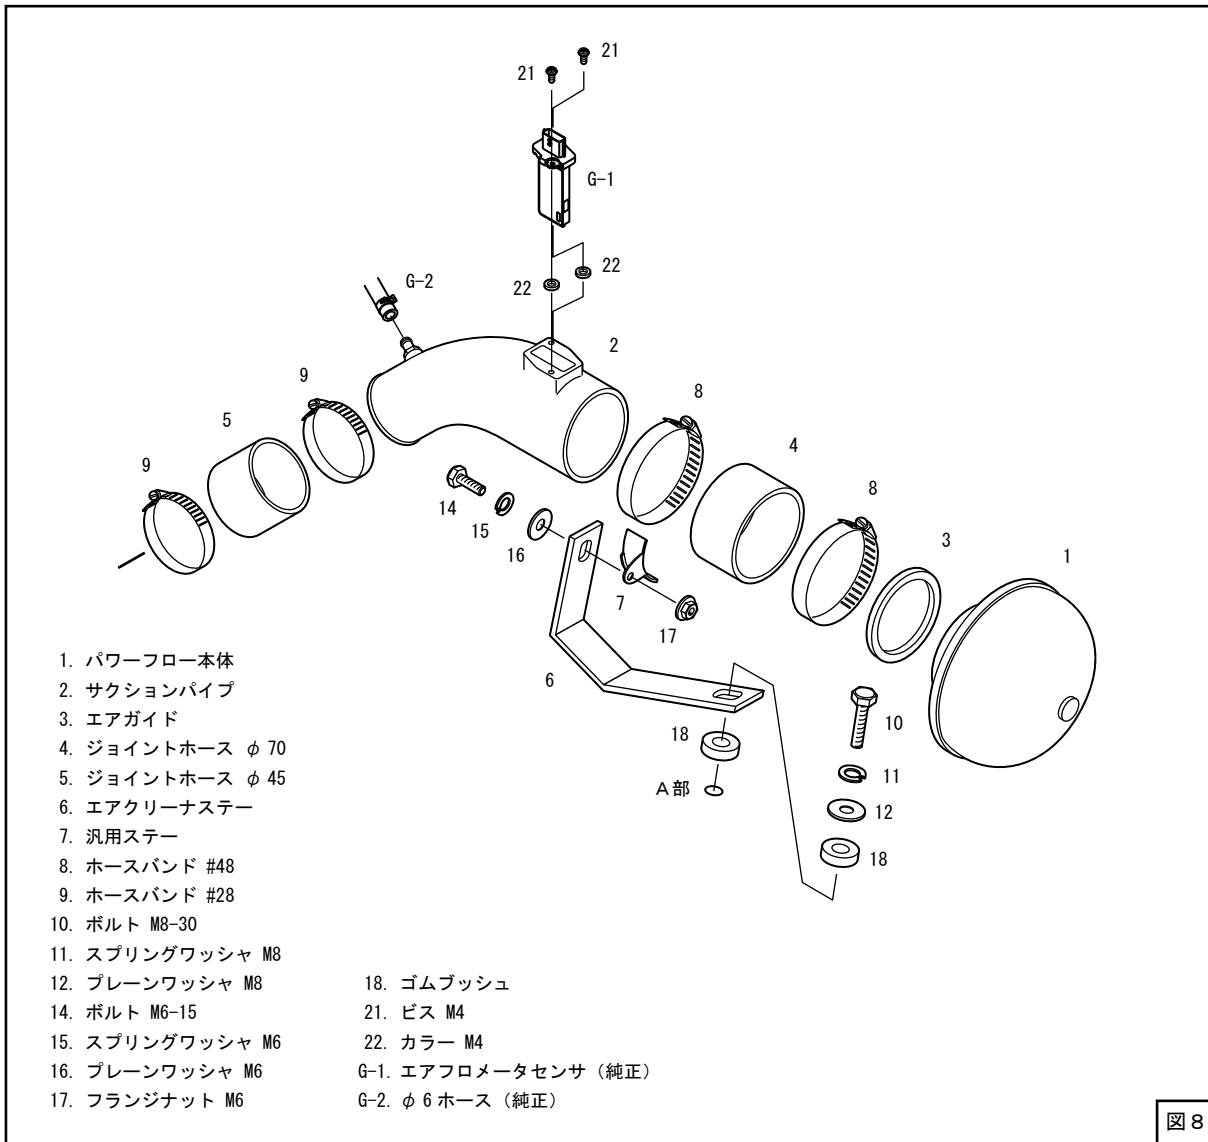
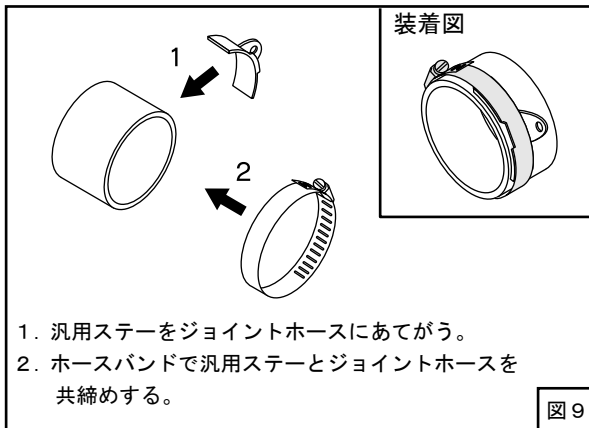

図 8
図 9
(締付けトルク 2.0~3.0N·m{0.2~0.3kg·m}) (図8)
- (3) パワーフロー本体にジョイントホースφ70を取付けてください。(図6、図8)
(6) キットパーツを仮付けしてください。(図7、図8、図9)